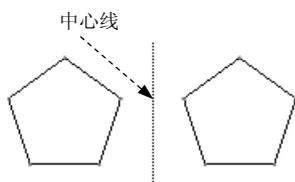

图 2.6.11 图元的镜像
Step 3 系统提示选取一个镜像中心线，选取图 2.6.11 所示的中心线（如果没有可用的中心线，可用绘制中心线的命令绘制一条中心线。这里要特别注意：基准面的投影线看上去像中心线，但它并不是中心线）。